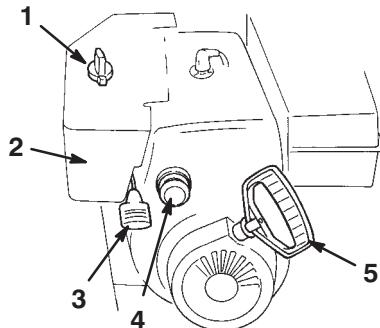

Figure 14
- **Starter** (Fig. 14)—Pour mettre en marche un moteur froid, tournez la commande de starter en position **Max**. A mesure que le moteur se réchauffe, tournez progressivement le starter à la position **Off** (hors service).
- **Clé de contact** (Fig. 14)—Insérez la clé dans le commutateur d'allumage avant de mettre le moteur en marche. Pour couper le moteur, retirez la clé de contact.
- **Commande d'accélérateur** (Fig. 14)—Déplacez la manette vers le haut pour augmenter le régime du moteur, ou vers le bas pour le réduire. Réglez la manette d'accélérateur en position d'**Arrêt** pour arrêtez le moteur.
- **Amorceur** (Fig. 14)—Appuyez sur l'amorceur pour envoyer une petite quantité d'essence dans le moteur afin de faciliter le démarrage par temps froid.
- **Lanceur** (Fig. 14)—Le lanceur se trouve à l'arrière du moteur. Tirez sur le lanceur pour mettre le moteur en marche.
2. Retirez la clé de contact du commutateur d'allumage (Fig. 14).
3. Enlevez le bouton de starter (Fig. 14).
2. Réglez la manette d'accélérateur en position **régime maximum** (Fig. 14).
5. Tournez le starter en position **On** (en service) (Fig. 14).
6. Insérez la clé de contact (Fig. 14).
7. Couvrez l'orifice central de l'amorceur (Fig. 14) avec le pouce et appuyez lentement sur l'amorceur à trois reprises, en marquant une pause à chaque fois.
8. Prenez la poignée du lanceur (Fig. 14) et tirez-la lentement jusqu'à ce que vous sentiez une résistance, puis tirez vigoureusement pour lancer le moteur.
10. Dès que le moteur a démarré, tournez le starter (Fig. 14) à la position 3/4. A mesure que le moteur se réchauffe, tournez le starter à la position 1/2. Quand le moteur est suffisamment chaud, tournez le starter à la position **Off** (hors service).